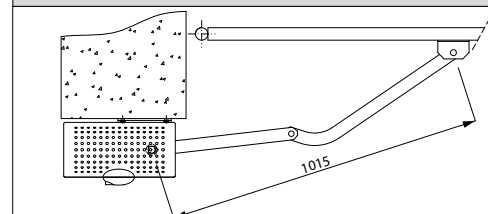

Рис. 9
4.2) Установка ручки разблокировки (Рис. 9).
- Проверьте, что втулка "D" расположена горизонтально (Рис. 9b) и оденьте кожух, ручкой разблокировки с лицевой стороны, как показано на Рис. 9с.
Рис. 9б
Рис. 9с